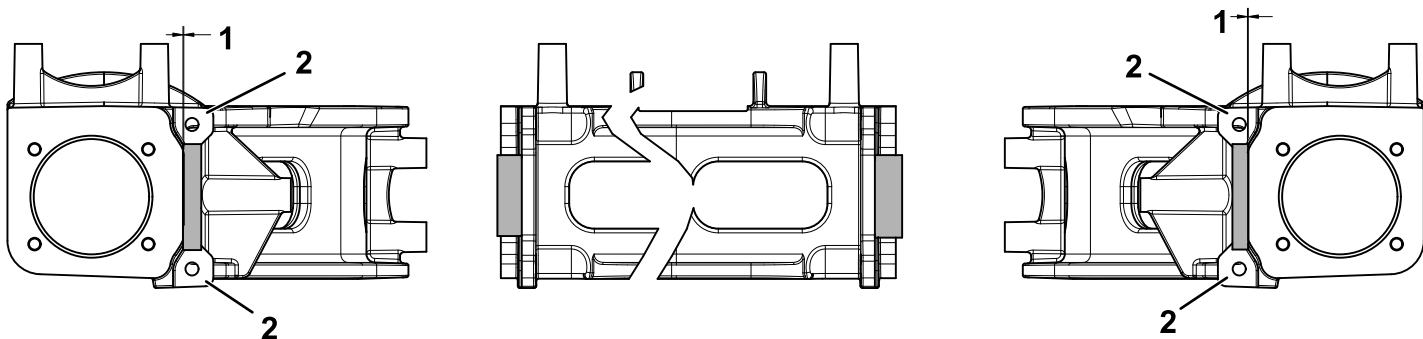

Figura 8
2. Amole 0,76 mm em cada lado do eixo traseiro como se mostra na Figura 8.
Importante: Não amole as superfícies que se mostram na Figura 8.